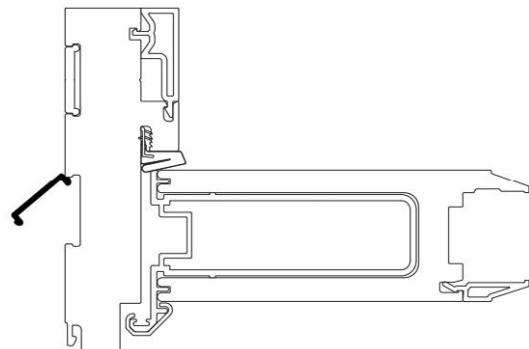

Figura 9
11. Localizar la cubierta negra del bloqueo e instalarlo en los extruidos de canal en la cerradura de jamba (Figura 9). Una vez instalado, la cubierta de la cerradura se extenderá a largo entero de la jamba, cubriendo totalmente todos los agujeros de la cerradura.
18. Medir la longitud de la parte expuesta a lo largo del lado de la bisagra entre la parte superior del panel de la primera bisagra, entre cada una de las bisagras, y entre la bisagra inferior y la parte inferior del panel (Figura 9).